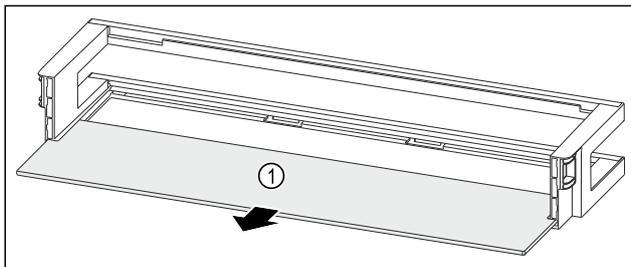

Fig. 89 Türabsteller mit Abstellfläche
- ▶ Abstellfläche Fig. 89 (1) entnehmen.